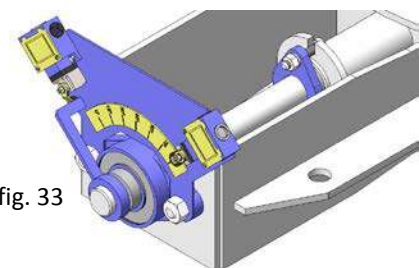

fig. 33
- Fins de course (fig. 33)
- **Fins de course mécaniques, détecteurs inductifs et positionneurs** : Installation de fins de course (fig. 33) ou de détecteurs inductifs pour une indication de la position ponctuelle de la vanne et de positionneurs pour indiquer la position continue.